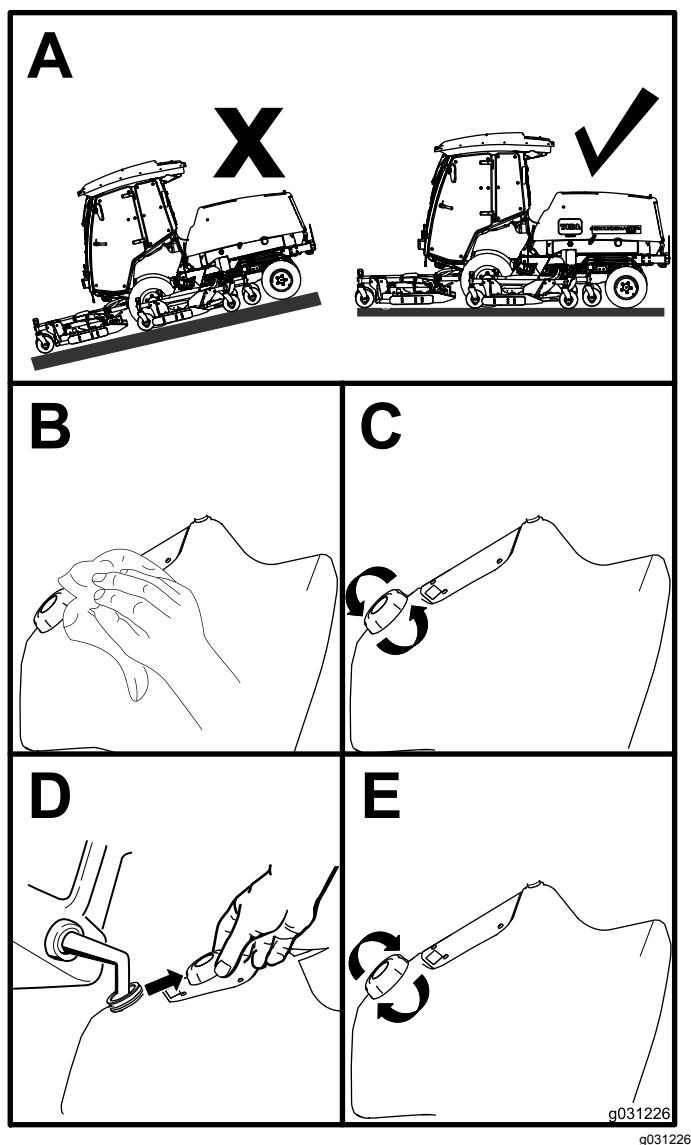

Figura 14
1. Parcheggiate la macchina su terreno pianeggiante (Figura 14).